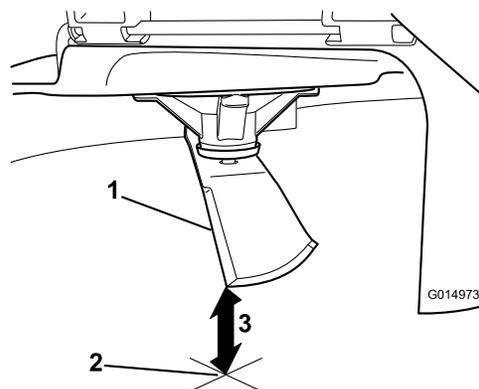

Figura 64
5. Misurate dalla punta della lama alla superficie piana (**Figura 64**).